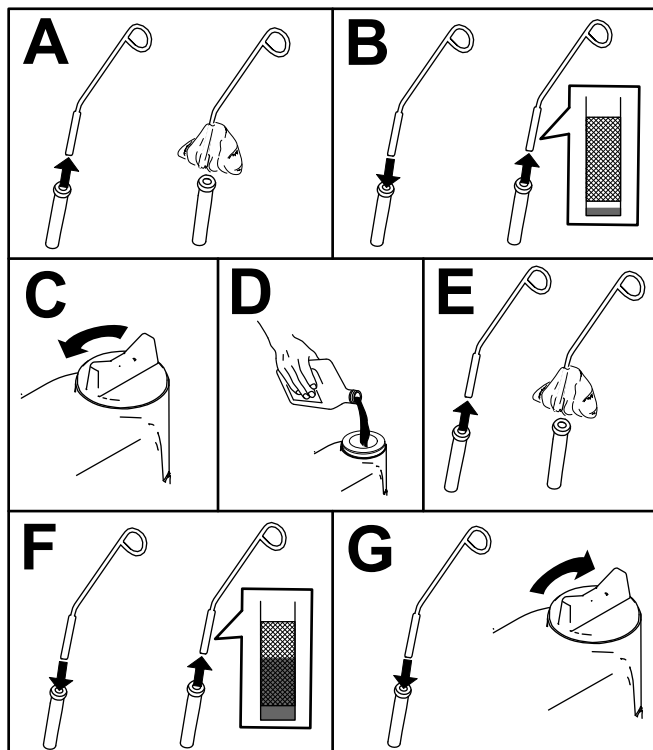

Figure 51
5. Contrôlez le niveau d'huile moteur et faites l'appoint au besoin (Figure 51).